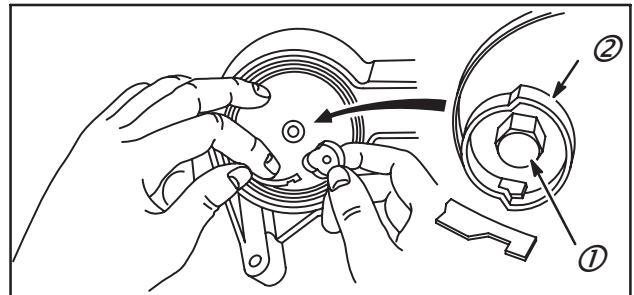

Fig. 52
5. Déposer la vis (1) et l'accrochage (2) du ressort, Fig. 52.